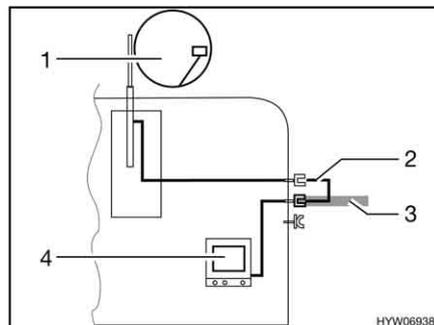

Fig. 102 TV en el vehículo
- TV en el vehículo (Fig. 102,4): Conexión a la antena del techo (Fig. 102,1) con el cable de conexión (Fig. 102,2)
- TV en el vehículo (Fig. 102,4): Conexión a antena externa (Fig. 102,3)